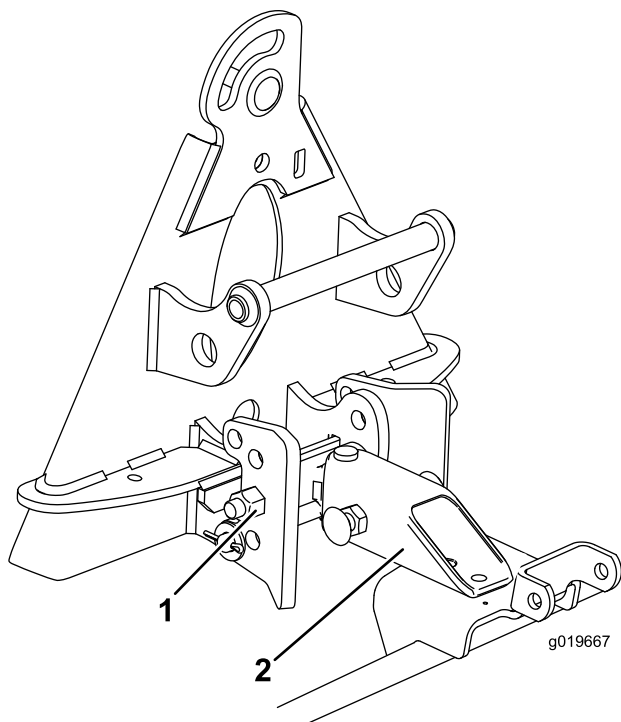

図 14
1. ヒッチアセンブリを、ストップブラケットの低い穴に取り付ける 図 14。
2. トングチューブの長い方を下にして、ハンガーアセンブリの上側に取り付ける 図 14。